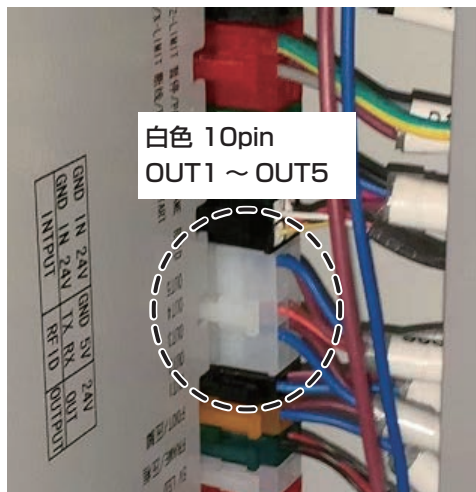

図 2 中継ケーブル B 接続先
- 1) 図 2 のコネクタを取って、図 1 のコネクタを電装ボックス側面のコネクタに接続します。取ったコネクタは中継ケーブル B のもう一つのコネクタと接続します。